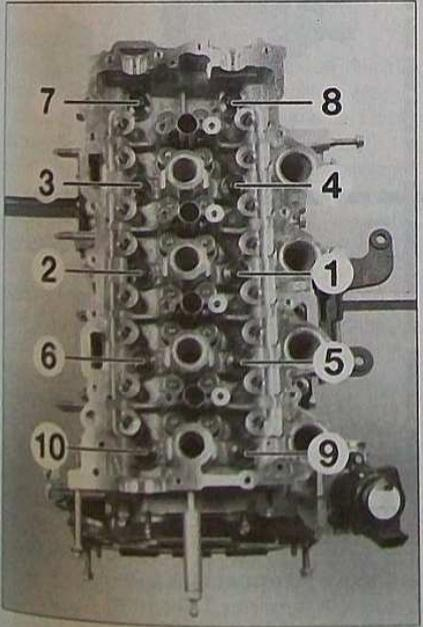

FIG.43
- Serrer les vis de culasse en respectant l'ordre et le couple de serrage (Fig.43).